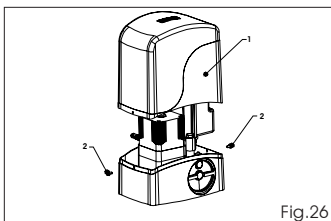

Fig.26
Una vez terminada la instalación del operador, realice una atenta comprobación funcional de todos los accesorios y de los dispositivos de seguridad conectados. Coloque de nuevo el soporte de la tarjeta en su posición original. Introduzca el cárter, Fig. 26 ref. 1, y apriete los dos tornillos laterales suministrados en dotación, Fig. 26 ref. 2.